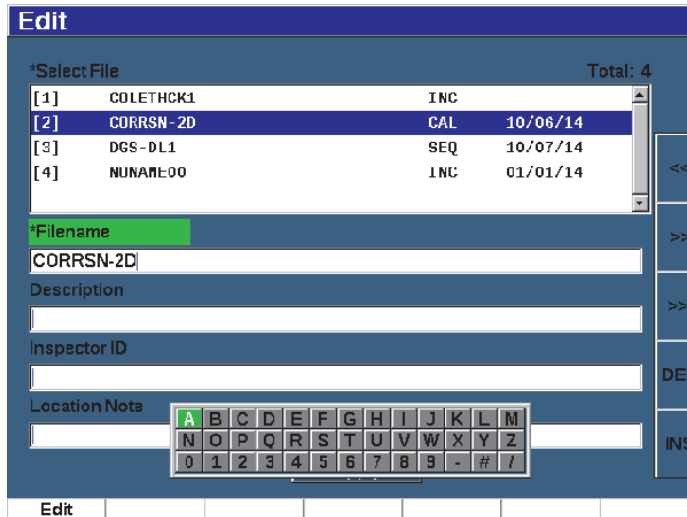

Figure 4-12 Fenêtre Edit et clavier virtuel
1. Accédez à une fenêtre de réglage qui contient des paramètres comportant des valeurs alphanumériques (voir l'exemple à la Figure 4-12 à la page 102).